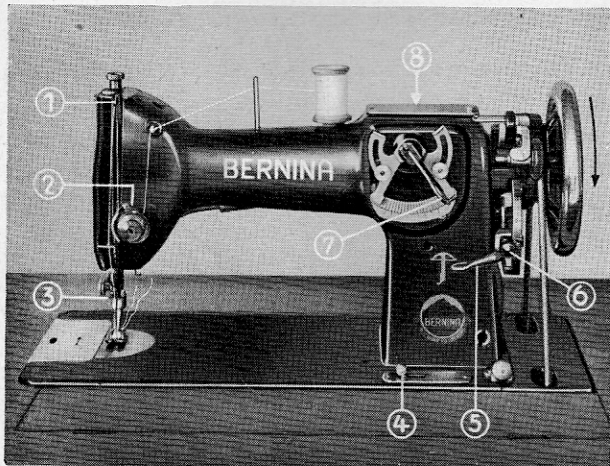

Fig. 10
- 7° Plaatst de naald in het midden van de naaldenplaat, door aan knop 8, gelegen achteraan de machine, te draaien (fig. 25). Zie verdere uitleg op blz. 34. Let er op het vliegwiel steeds naar U toe te draaien, het is te zeggen, in de richting aangegeven door het pijltje fig. 10.
Rechts op de arm van de machine is er een schaal, over dewelke de wijzer van de handel 5 (fig. 10), die de steeklengte regelt, glijdt. De schaal is gegradeerd van 0 tot 5, nummers die overeenstemmen met de steeklengte. Hoe verder men de handel 5 naar boven of naar onder drukt van het *nulpunt weg*, des te langer wordt de steek.
Brengt de draadhevel I (fig. 10) ongeveer op zijn hoogste punt. Heft het voetje op met zijn handel, wat ook de spanning van de bovenste draad vermindert en toelaat het werk gemakkelijk *naar achter* weg te trekken, zonder vooraf aan de draden te moeten trekken.